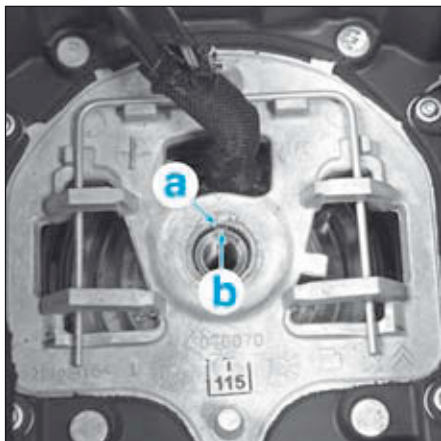

FIG.2
- Contrôler que le méplat (a) soit correctement aligné avec la partie emboutie (b) de la colonne de direction (Fig.2)
- Remplacer systématiquement la vis (1).